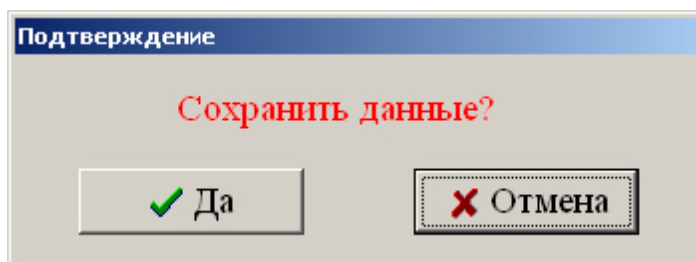

Рисунок 5.14 – Окно подтверждения
5.1.2.12 Команда № 12: «**12. Сохранение (ЗАП) параметров в приборе**». Выполняется команда, аналогичная соответствующей команде режима изменения параметров прибора ДМ5002. При выборе команды появляется окно, предлагающее пользователю подтвердить сохранение измененных значений параметров (рисунок 5.14).